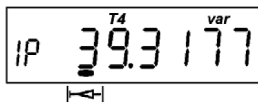

Рисунок 4.12
- прогнозируемая фактическая величина отпущенной реактивной мощности (отображается мнемоникой «**var**» и маркером «**←**») (рисунок 4.12):